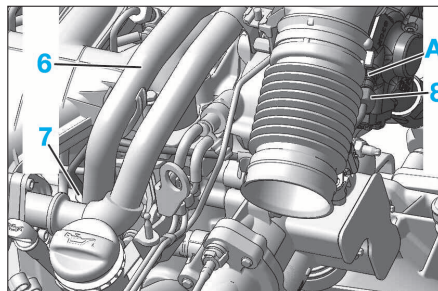

FIG. 37
- Débrancher, débrider et écarter les connecteurs (3) et (4) de la pompe haute pression carburant.
- Déposer le support (5).
- Écarter le tuyau de réaspiration des gaz du carter (6) (Fig.37).
- le raccord (8) en maintenant le raccord sur pompe (A) à l'aide d'une clé plate
- le raccord (7).